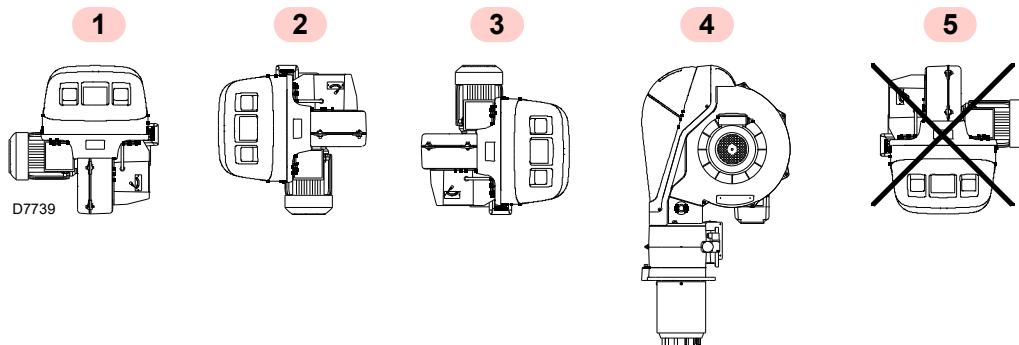

Рис. 13
- Горелка предназначена исключительно для функционирования в положениях **1, 2, 3 и 4** (Рис. 13).